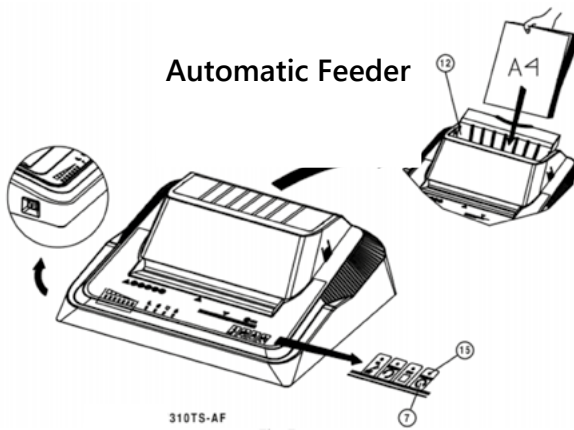
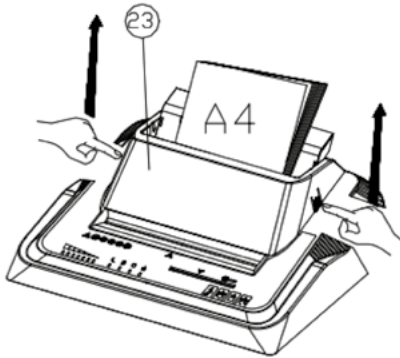
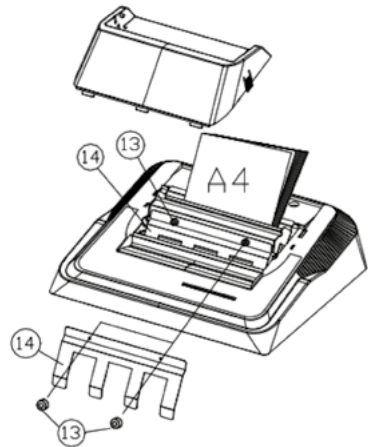

Fig.5
Fig.6
Fig.7
DISTRUZIONE DI FOGLI CON IL SISTEMA ALIMENTATORE AUTOMATICO FIG.5, FIG.6, FIG.7
Inserire i fogli nell'imbocco (12) dell'alimentatore automatico spingendo fino a fondo corsa come indicato in Fig.5 , il led (15) inizia a lampeggiare. Quindi premere il tasto FORWARD (7), la macchina avvia la distruzione della carta, e a distruzione ultimata dei fogli inseriti si arresta automaticamente.
- rimuovere i due pomelli (13) come indicato in fig. 7 e rimuovere la paratia (14);